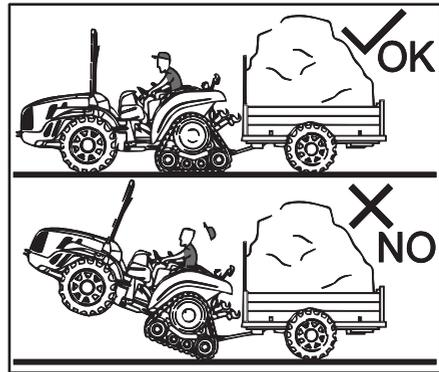

Abb. 2.18
- Nur mit der Zugstange schleppen. - Das Schleppen oder Ankuppeln an anderen Punkten kann zum Umkippen des Traktors führen (Abb. 2.18).